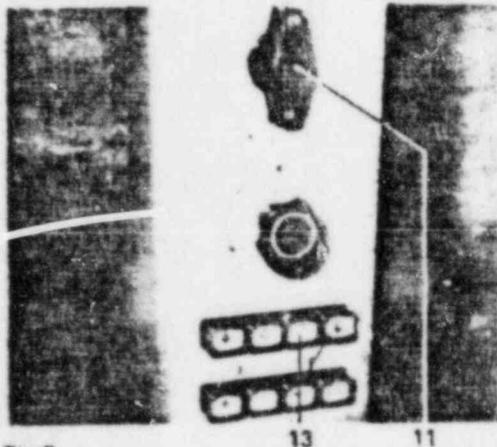
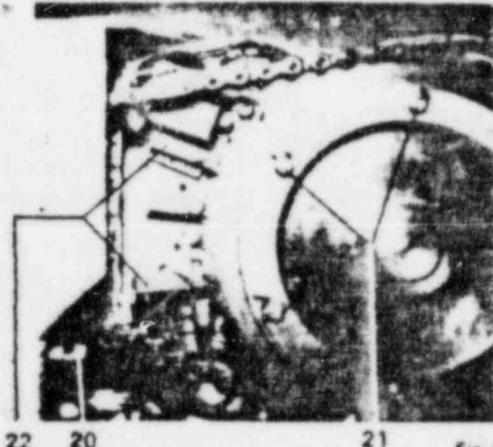
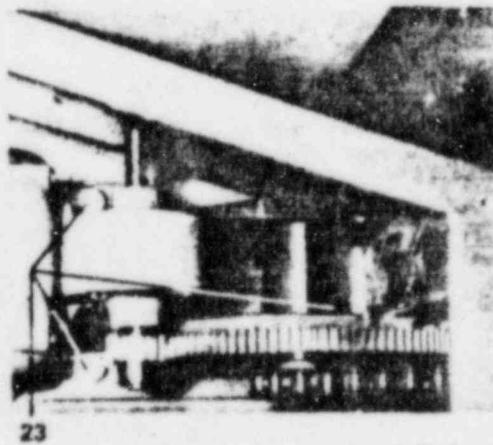

Fig. 7
Fig. 8
Fig. 10
Tangentialbewegung der Strahlergabel durch Betätigung des Schaltknobels (11/fig 7) im Bereich "langsam" wechselseitig einschalten und das sichere Funktionieren der Nullrastschalter überprüfen. Jeder Sperrschieber muß durch seine dazugehörige Schaltrocke weit genug abgehoben werden und beide Schalthebel müssen, je nach Bewegungsrichtung, wechselseitig voll öffnen und dann durch den Sperrschieber abgesichert sein.
Alternately switch on the tangential movement of the radiation head mount by operating the switching lever (11/fig 7) in the "slow" range and check the operation of the zeroing switch. Each blocking piece must be lifted sufficiently by its associated cam and both switching levers should, according to the direction of the movement, be alternately fully open and then be secured by a blocking piece.
Beim selbsttätigen Rücklauf in die Nullstellung nach Drücken des Nullrastschalters (13/fig. 7) muß der Strahlerkopf genau bei 0° stehen bleiben. Abweichungen von max. ± 1 mm bei 60 cm FHA sind zulässig.
1.4. Die Konvergenzbewegung des Strahlerkopfes, die ebenfalls motorisch von der Schalttafel (11/fig. 7) aus betätigt wird, kontrollieren. Durch Sichtkontrolle feststellen, ob sich die beiden Schalthebel (22/fig. 8) in Stellung 0 in Ruhestellung befinden. Der Strahlerkopf läßt sich 30° aus der Nullstellung in Richtung Stand und 120° nach vorne entgegengesetzt zum Stand bewegen.
Zur Kontrolle der Kettenspannung wird der Strahlerkopf von Hand (bei abgeschaltetem Gerät) um die Strahlerachse gedreht. Es darf kein zu großes merkliches Spiel vorhanden sein. Falls notwendig, ist die Spannschraube (20/fig. 8) nachzustellen. Vorher müssen die 3 Befestigungsschrauben des Getriebes (23/fig. 10) gelöst werden.
During the automatic return to the zero position after depressing the zeroing switch (13/fig. 7), the radiation head should stop at exactly 0°. The maximum permissible deviations at 60 cm FSD are ± 1 mm.
1.4. The convergent movement of the radiation head, which is also actuated electrically from the switching cabinet (11/fig. 7), should now be checked. Determine visually whether the two switch levers (22/fig. 8) are located at "0" in the rest position. The radiation head can be moved 30° from the zero position in the direction of the stand and 120° in a forward direction opposite to the stand.
In order to check the torsion of the chain, the radiation head is rotated through the head axis manually (with the unit switched off). No large noticeable play should be present. If necessary, readjust the torsion screw (20/fig. 8), which can be carried out after releasing the 3 mounting screws of the gearing (23/fig. 10).
Der Antrieb ist durch eine Rutsche abgesichert. Die Rutschkupplung kann an der linken Gabelseite nach Geradebiegen der Blechsicherungen, mit den 6 Spannschrauben nachgestellt werden (21/fig. 8).
Der Nullrastschalter für die Konvergenzbewegung ist auf der linken Gabelseite und ist leicht zugänglich. Seine Überprüfung erfolgt nach dem gleichen Schema, wie bereits für den Nullrastschalter der Tangentialbewegung beschrieben. Jedoch ist das Justierblatt S. unzw. 4-76 zu verwenden. Nach der mechanischen Überprüfung erfolgt die Funktionsprüfung durch Betätigen des Kippalters (11/fig. 7) im Bereich "langsam".
The drive is protected by a clutch. The clutch can be adjusted on the left-hand side of the head mount with the 6 tension screws after bending back the plate locking pieces (21/fig. 8).
The zeroing switch for the convergence movement is easily accessible on the left-hand side of the head mount. It is tested in the same manner as has already been explained for the zeroing switch of the tangential movement. Adjustment sheet S. unzw. 4-76 should be used. After the mechanical check, the functional test is made by operating toggle switch (11/fig. 7) in the "slow" range.